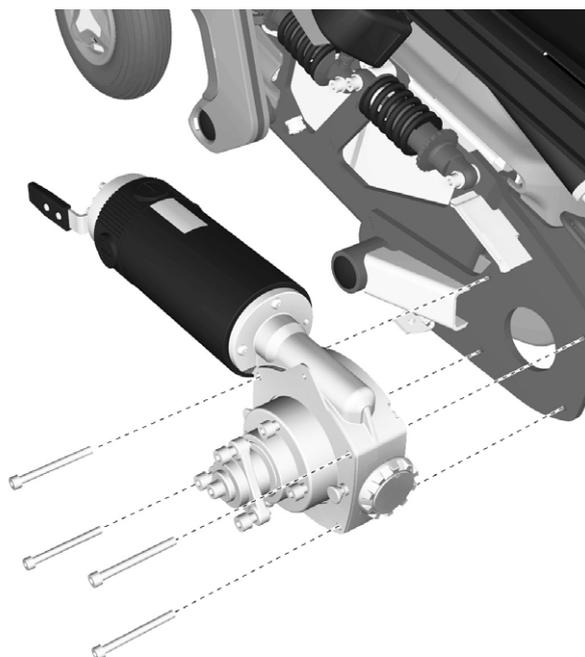

Abbildung 49. Montage/Demontage der Antriebsmotoren.
8. Antriebsmotor demontieren. Er ist mit vier Schrauben befestigt. Siehe Abbildung. 49.